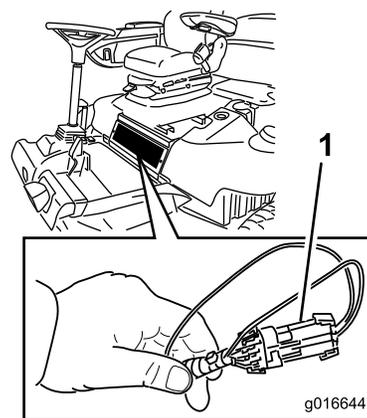

Figura 45
2. Retire el panel de acceso que se encuentra debajo de la parte delantera del asiento (Figura 45).
3. Localice el arnés de cables y los conectores, que están situados cerca del controlador (Figura 45).